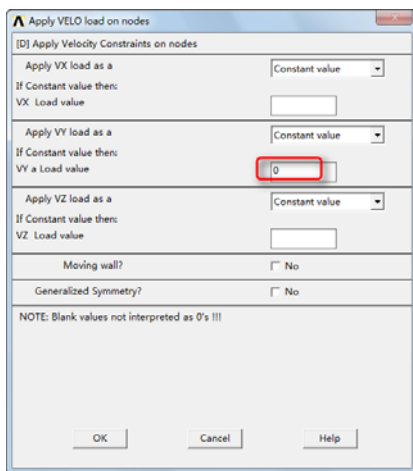

图 10-26 “Apply VELO load on nodes”对话框
⑪依次选择 Main Menu→Preprocessor→Loads→Define Loads→Apply→Fluid/CFD→Velocity→On Nodes，会弹出“Apply V on Nodes”对话框。单击“Pick All”按钮，会弹出“Apply VELO load on nodes”对话框，如图 10-26 所示。
㉑依次选择 Main Menu→Preprocessor→Loads→Define Loads→Apply→Fluid/CFD→Velocity→On Nodes, 会弹出“Apply V on Nodes”对话框。单击“Pick All”按钮, 会弹出“Apply VELO load on nodes”对话框, 如图 10-26 所示。